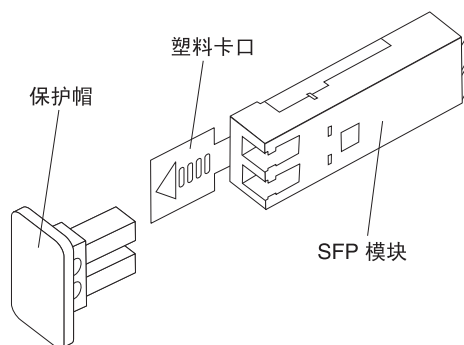

图 3-8. SFP 模块和保护帽
2. 请从 SFP 模块卸下保护帽如图 3-8 中所示。请妥善保管保护帽以供将来使用。
2. 如果有必要, 从 SFP 模块上取下保护帽, 如第 3-7 页的图 3-8 中所示。请妥善保管保护帽以供将来使用。